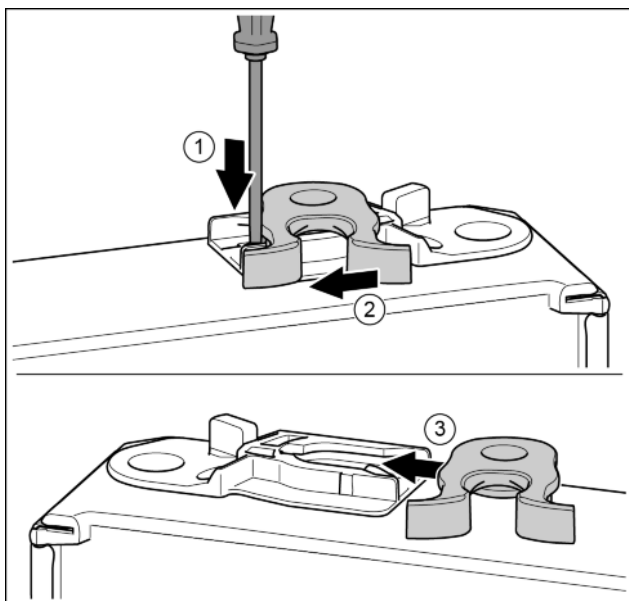

Fig. 14
- ▶ Ar skrūvgriezi spiediet uz leju mēlīti. Fig. 14 (1)
- ▶ Izvelciet aizvēršanas āķi no vadīklas. Fig. 14 (2)
- ▶ Iebīdīet aizvēršanas āķi vadīklā otrajā pusē. Fig. 14 (3)